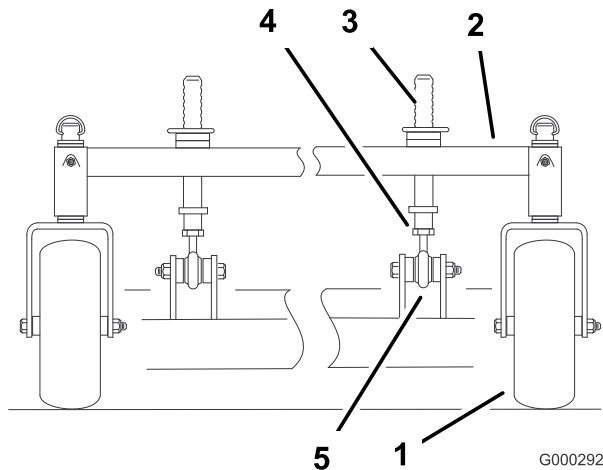

Figura 57
1. Para cambiar la inclinación longitudinal, pueden ajustarse los pilares delanteros de ajuste de altura de corte (Figura 57).
2. Para elevar la parte delantera de la carcasa, afloje la contratuerca y haga girar el pilar delantero en el sentido de las agujas del reloj (Figura 57).
3. Para bajar la parte delantera de la carcasa, afloje la contratuerca y haga girar el pilar delantero en el sentido contrario de las agujas del reloj (Figura 57).
6. Apriete las contratuercas (Figura 57).